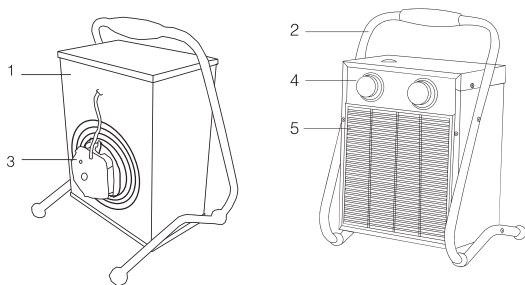

Рис. 1. Устройство прибора
Несущая конструкция тепловентилятора (см. рис. 1) состоит из корпуса (1) и подставки-ручки (2). Вентилятор (3) расположен в задней части тепловентилятора. Блок управления смонтирован на шасси, расположенном в верхней части корпуса под крышкой. Органы управления вынесены на переднюю панель (4). Внутри корпуса расположены трубчатые электронагревательные элементы, закрытые с лицевой стороны тепловентилятора решеткой (5). Воздушный поток, втянутый вентилятором в корпус, проходя между трубчатыми электронагревательными элементами, нагревается и подается в помещение через решетку.